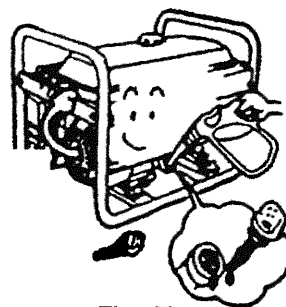

Fig. 12
- Aprieta la cala y el tapon de aceite corectamente. (Figure 12)